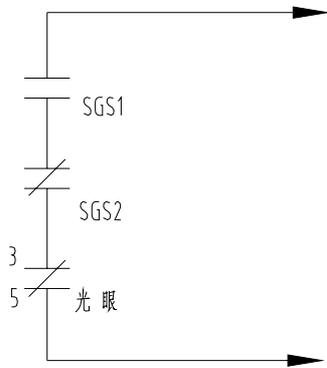

图 4-3 与 X021VFE、X0-STAT、X0-YT 等电梯接线图
b) 与 X021VFE、X0-STAT、X0-YT 等电梯配合使用时，其接线方式见图 4-3。